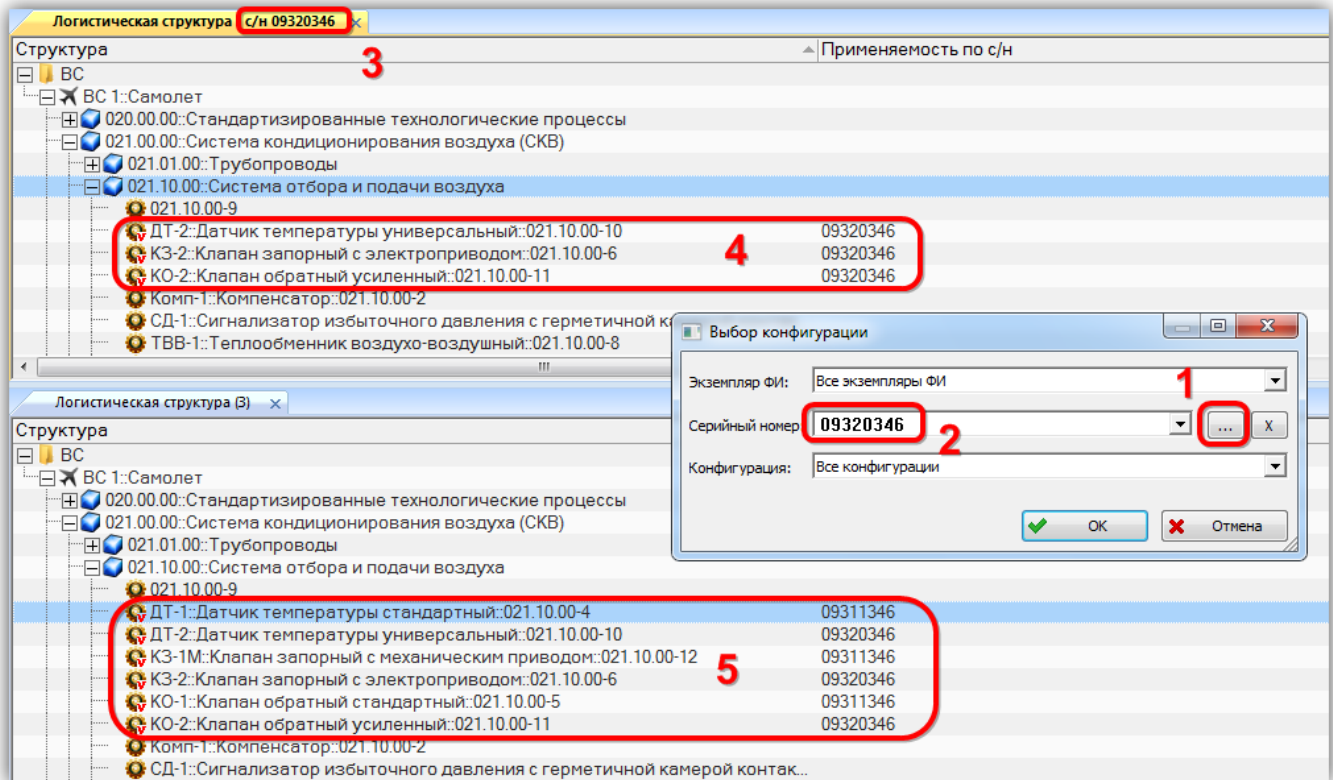

Рис. 10-242 – Формирование состава изделия для выбранного серийного номера
- 1) Нажать кнопку «Конфигурировать» панели «Применимость» в рабочем окне «Логистическая структура» (рис. 10-242).